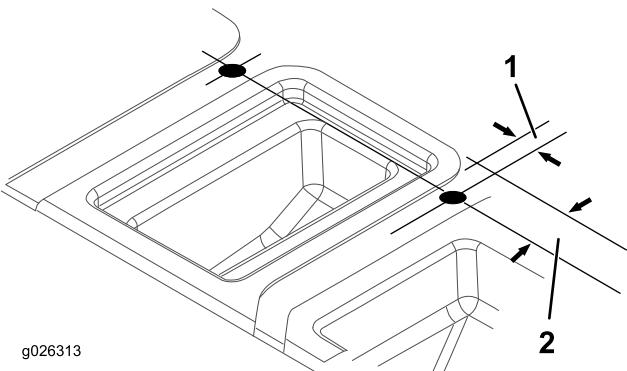

Figura 9
- Utilizando as dimensões mostradas na Figura 9, localize, marque e faça 2 furos na parte superior do resguardo do banco.